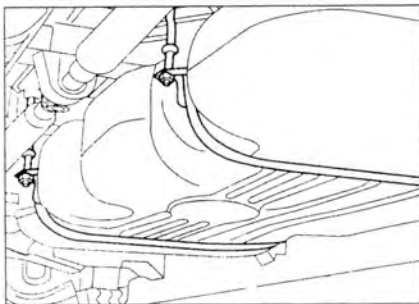

Рис. 2.64. Ослабьте гайки обоих крепления до окончания резьбы.
14. Если номинальное значение получено: ослабьте гайки обоих крепления до окончания резьбы (рис. 2.64).